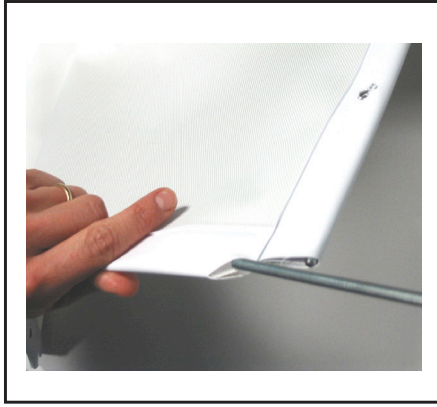
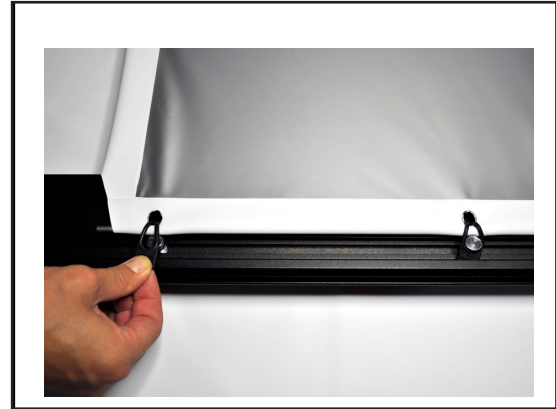

Fig. 1
Fig. 2
Insert galvanized rods (H) into the perimeter pockets (Fig. 1), in order to tight the screen surface put the rubber bands (G) into the holes and hook them to the cursors (Fig. 2), STARTING FROM THE OPPOSITE FOUR ANGLES.
Legen Sie den Rahmen mit den beweglichen Befestigungen nach oben. Legen Sie das Tuch (E) auf den Rahmen mit der Projektionsoberfläche nach unten, ohne diese zu verschmutzen. Stecken Sie die Zinkstangen (H) in die dafür gedachten Taschen am Rand des Tuchs (siehe Fig. 1). Hängen Sie die Gummibänder (G) an die Schieber des Rahmens (siehe Fig. 2). FANGEN SIE HIERBEI MIT DEN VIER ECKEN AN.